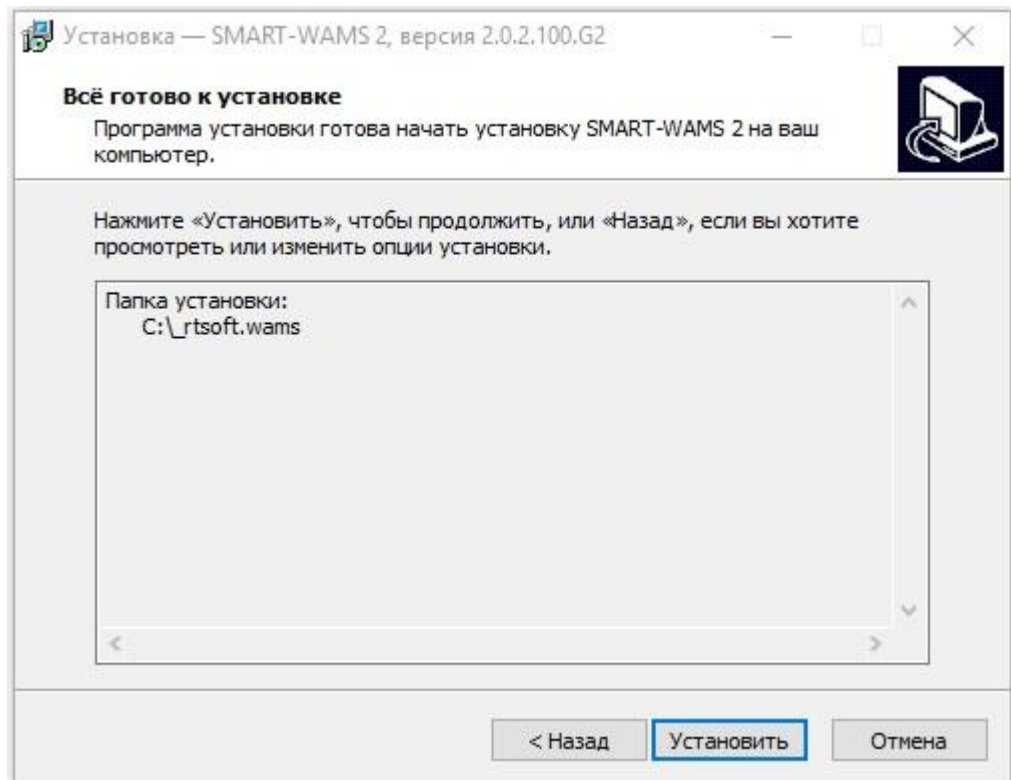

Рисунок 5. Установка ПО SMART-WAMS 2 .
- Нажать «Установить» для начала установки ПО (рисунок 5).